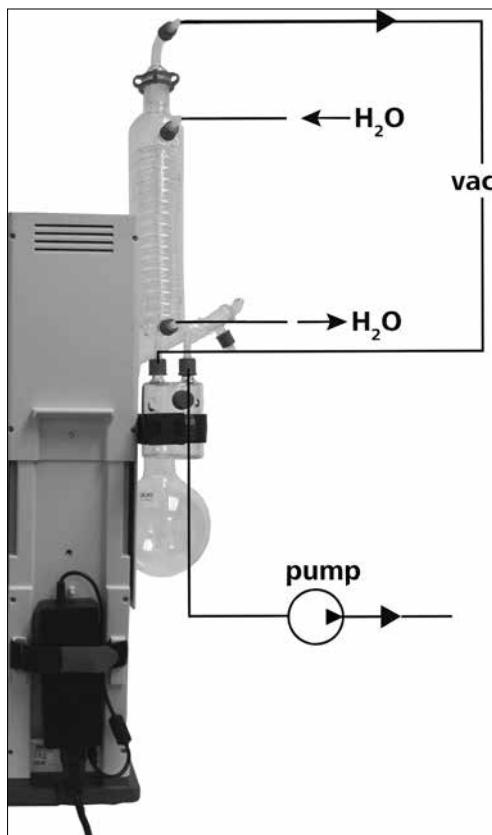

Fig. 20
- 逆流原理に従って、水ホース ( $H_2O$ ) をクーラーに接続します (Fig. 20)。